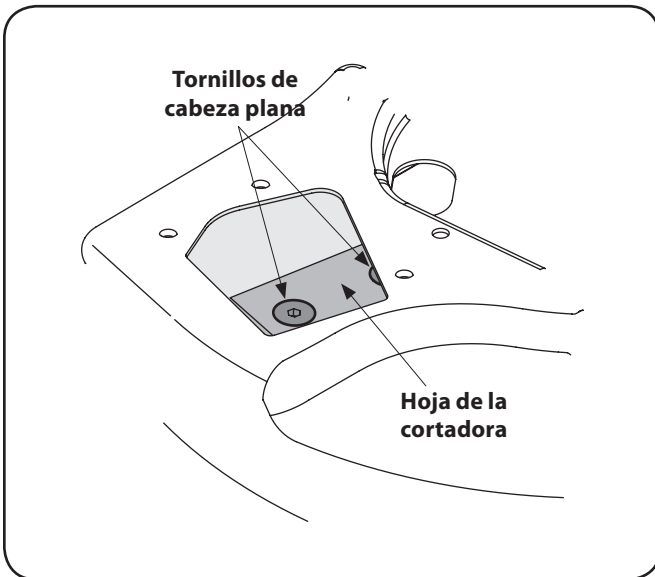

Figura 7-5
- Mediante una llave Allen de 3/16", retire los tornillos de cabeza plana que sujetan la hoja de la cortadora al motor. Dichos tornillos son accesibles a través de la abertura que se creó cuando retiró el canal de la cortadora anteriormente. Vea la Figura 7-5.